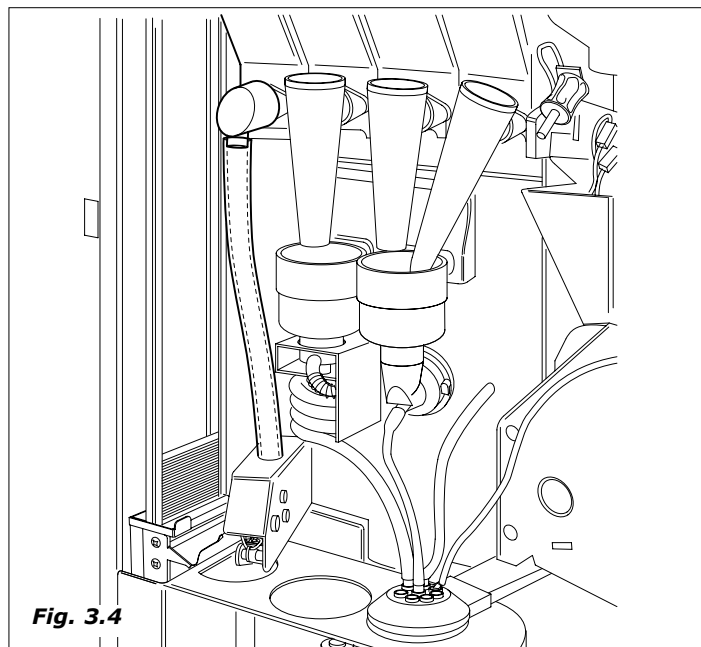

Fig. 3.4
- 1 El motorreductor acciona la espiral del contenedor de azúcar, dispensando la cantidad deseada dentro del tubo (Fig.3.4)